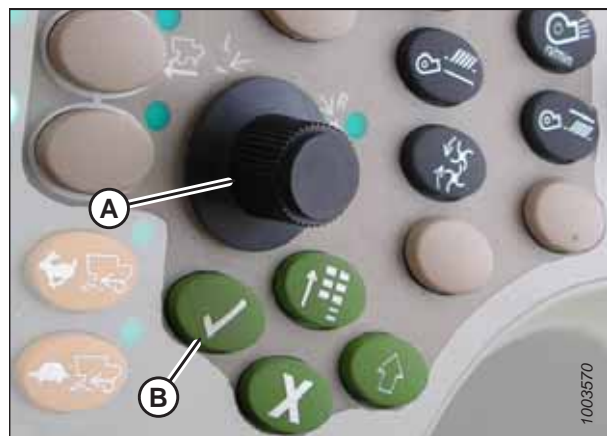

Figura 3.645: Console de controle da colheitadeira John Deere
8. Selecione PLATAFORMA na caixa (A) rolando para baixo na caixa usando o botão de rolagem e, em seguida, pressione o botão da marca de seleção (manopla e botão são exibidos na Figura 3.645, página 384).
9. Navegue para baixo até o ícone inferior direito que se assemelha a uma seta em um diamante (B) e pressione o botão de marca de seleção para selecioná-lo.